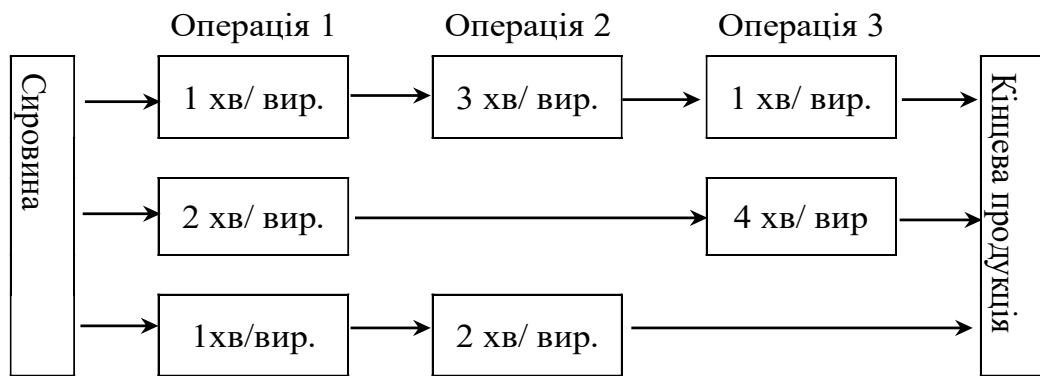

Рис. 1.1. Технологічна схема виробництва виробів видів 1, 2 і 3
1.2.1 (6) *Задача визначення плану виробництва продукції* Фірма випускає три види виробів. У процесі виробництва використовується три технологічні операції. На рис. 1.1 показана технологічна схема виробництва виробів видів 1, 2 і 3. При виготовленні виробу 2 технологічна операція 2 не виконується, а при виготовленні виробу 3 використовуються тільки технологічні операції 1 і 3.